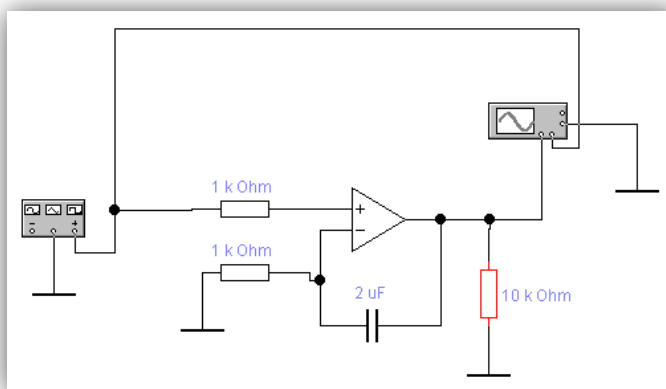

Рисунок 17 – Схема интегрирующего операционного усилителя
4. Исследуйте интегрирующую схему операционного усилителя (рисунок 17).